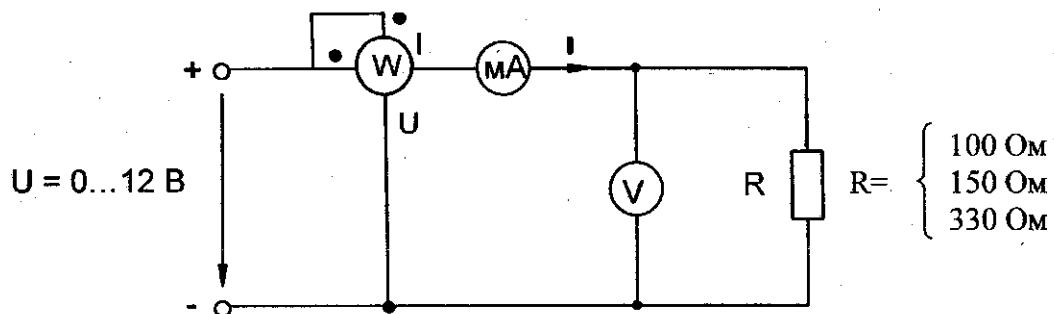

Рис. 4.2.1
- Соберите электрическую цепь с линейным резистором согласно схеме (рис.4.2.1).